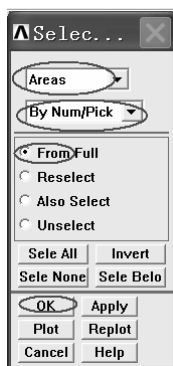
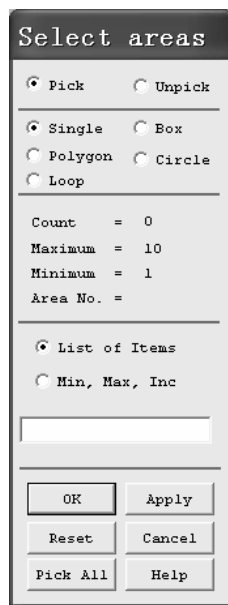

图 4-43 “Selec...” 窗口
图 4-44 “Select areas” 窗口
(1) 依次选择 Utility Menu>Select>Entities...,弹出“Selec...”窗口(见图 4-43)。在该窗口的第一个方框中选择“Areas”,在第二个方框中选择“By Num/Pick”,再选中“From Full”单选框,然后单击“OK”按钮,弹出“Select areas”窗口(见图 4-44)。